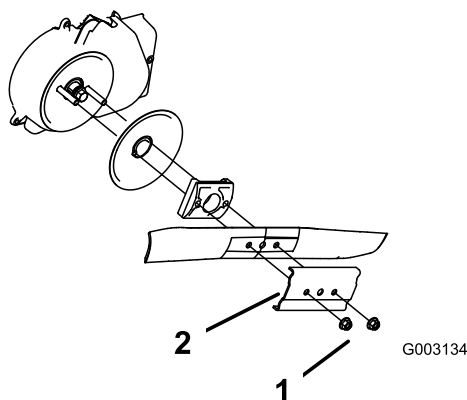

Figure 35
3. Retirez les 2 écrous de la lame et le renfort (Figure 35).
- Déposez la lame (Figure 35).
- Posez la nouvelle lame (Figure 35).